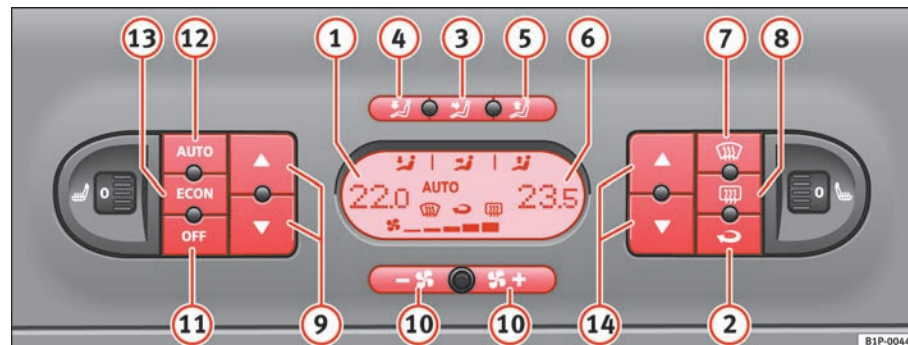

Fig. 110 I instrumentpanelet: betjeningslementer til 2C-Climatronic
- Tryk på knapperne ⇒ fig. 110 ③ til ⑤, **ECON** eller tryk på knapperne til blæserhastighed ⑩. I displayet slukker symbolet **AUTO**.